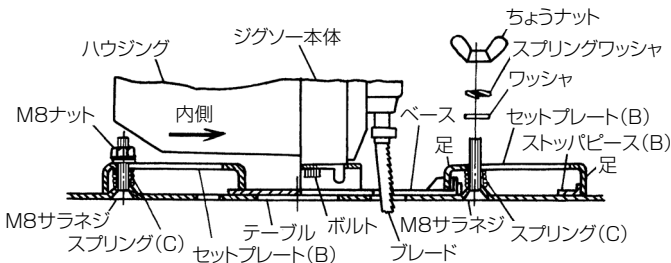
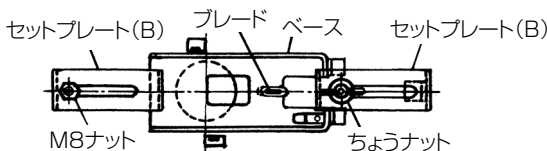

図 34
図 35
- (3) M8 サラネジにスプリング (C)、セットプレート (B)、ワッシャ、スプリングワッシャの順に取付け、つぎに、ブレード側の M8 サラネジにちょうナットを取付け、ハウジング側の M8 サラネジに M8 ナットを取付けます。(図 34)
- (4) ハウジング側のセットプレート (B) は内側へいっぱい寄せ、ブレード側のセットプレート (B) は、一方の足をストッパピース (B) の外側に、他方の足をベースの内側にして取付けます。つぎに M8 ナットはスパナを使用して締付け、ちょうナットは手で締付け、ジグソー本体をテーブルに確実に固定します。
(図 34、図 35)